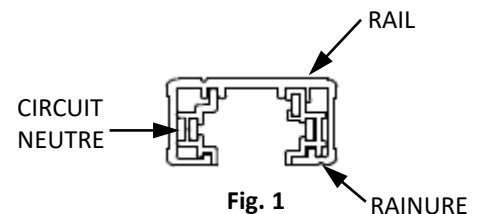

Fig. 1
A. SINGLE CIRCUIT TRACK FIG. 1